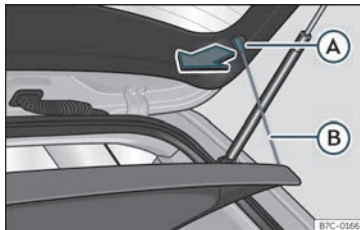

Fig. 105 Al maleter: desmuntar i muntar la safata.
- Desenganxeu els tirants de subjecció »» fig. 105 (B) dels allotjaments (A).
- Enganxeu els tirants de subjecció »» fig. 105 (B) a la porta posterior.